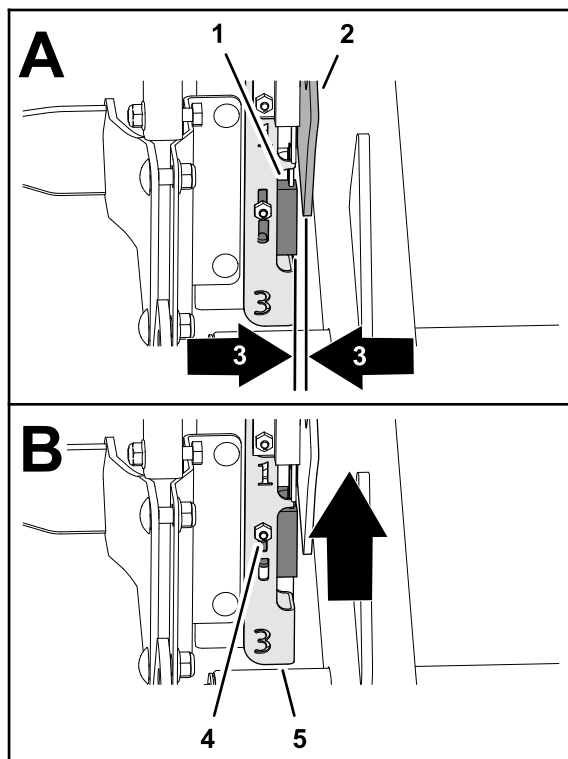

図 34
2. 近接スイッチアセンブリHフレーム外側とターゲットプレートとの距離が 1.5 mm 以内であることを確認する。 図 34
4. 必要に応じ、スイッチ取り付けプレートを固定しているロックナットとキャリッジボルトをゆるめて一番高い位置にプレートを移動する 図 34。
5. ロックナットを締めつける 図 34。